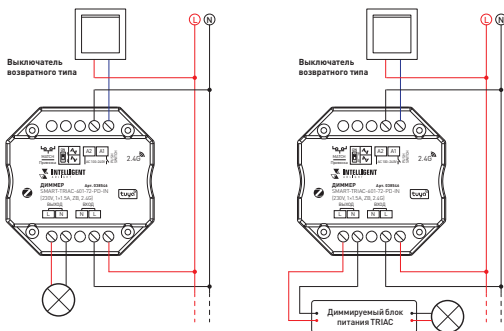

Рис. 1. Схема подключения диммера SMART-TRIAC-601-72-PD-IN (230V, 1x1.5A, ZB, 2.4G)
- 3.2. Подключите диммер согласно схеме на рис. 1.